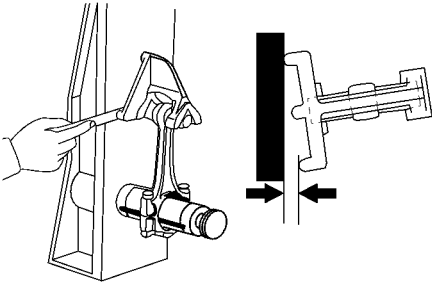

图 1-125 检查连杆扭曲变形
② 使用连杆校直器检查连杆扭曲变形，如图 1-125 所示。